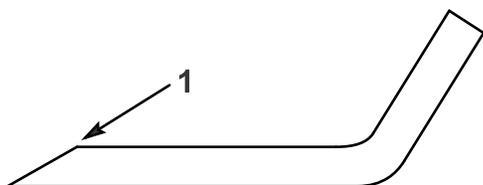

Figura 41
1. Affilate i taglienti da entrambe le estremità di ogni lama con una lima (Figura 41).